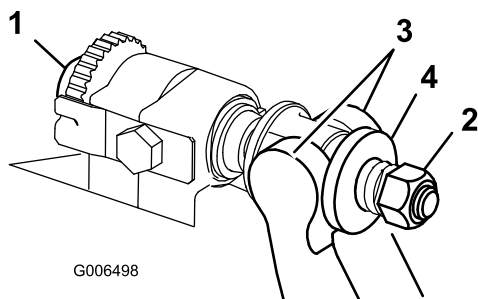

Figura 13
1. Gire el tornillo de ajuste de la barra de asiento, en el sentido contrario a las agujas del reloj, para alejar la contracuchilla del molinete (Figura 13).
2. Afloje la tuerca de tensado del muelle hasta que el muelle deje de presionar la arandela contra la barra de asiento (Figura 13).